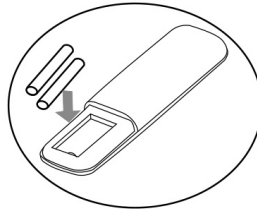

Fig. 2
- Inserire due nuove batterie, facendo attenzione alla polarità (fig. 2).